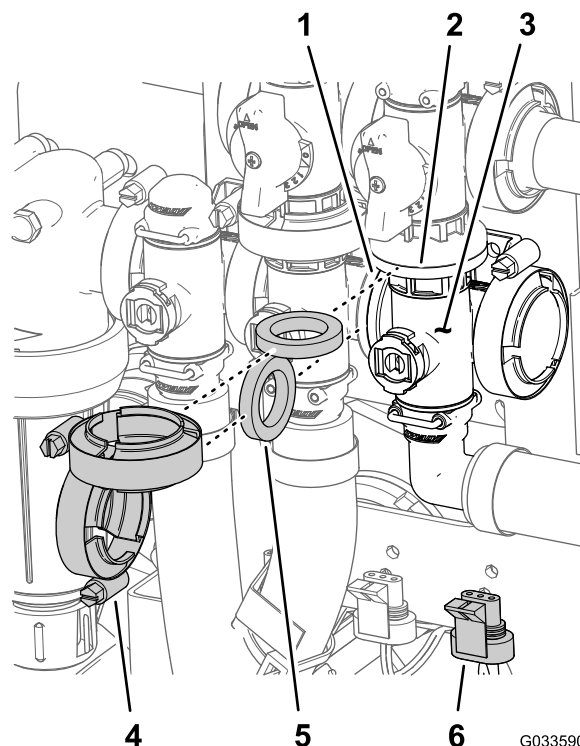

図 129
- マスターブームバルブマニホールドのフランジ、ガスケット、マスターブームバイパスバルブのフランジを、整列させる 図 129。
- マスターブームバルブ用マニホールド、ガスケット、マスターブームバイパスバルブを組み立ててフランジクランプを手締めする 図 129。
- マスターブームバルブマニホールドのフランジ、ガスケット、攪拌バルブ用マニホールドを整列させる 図 129。
- マスターブームバルブマニホールド、ガスケット、攪拌バルブマニホールドを組み立てて、フランジクランプを手締めする 図 129。
7. 攪拌バルブをバルブマウントに組み付ける; フランジヘッドボルトとフランジロックナット図 129はステップ 3 マスターブームマニホールドバルブの取り外し (ページ 77) で取り外したものを使用し、ボルトとナットを 10-12 N·m 1.0-1.2 kg/cm² = 90-110 in-lb にトルク締めする。